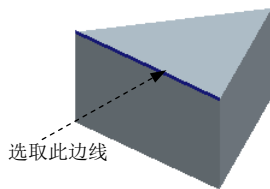
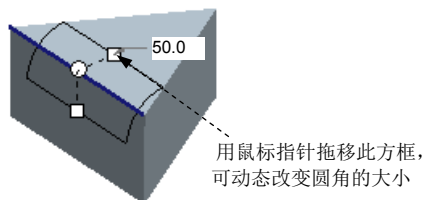

图 3.12.2 选取圆角边线
图 3.12.3 调整圆角的大小
Step3. 选取圆角放置参考。在图 3.12.2 中的模型上选取要倒圆角的边线，此时模型的显示状态如图 3.12.3 所示。